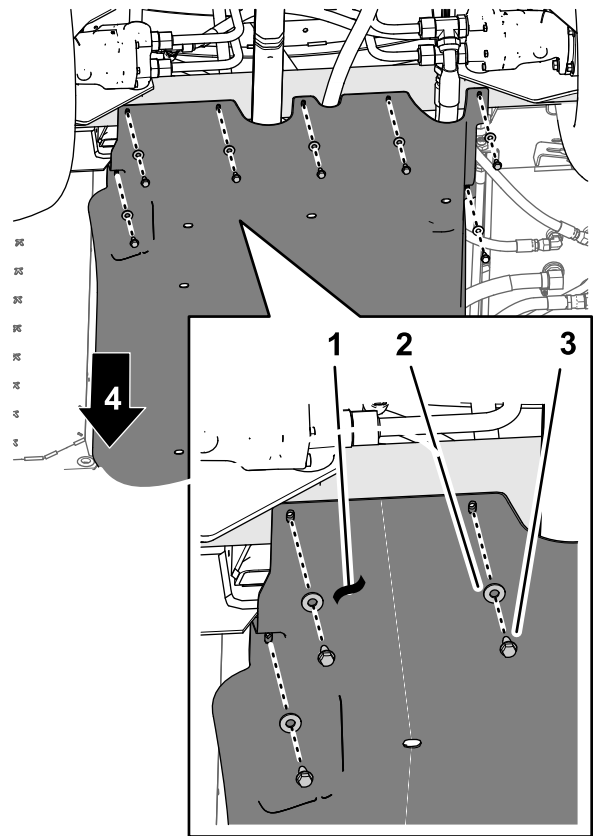

Bild 66
4. Fluchten Sie die Löcher im hinteren Teil der Fahrwerkabdeckung mit den Löchern im Chassis aus (Bild 66).
5. Befestigen Sie den hinteren Teil der Fahrwerkabdeckung mit den im Schritt 1 von Entfernen der Fahrwerkabdeckung \(Seite 4\) entfernten Befestigungsmitteln am Chassis (Bild 66):